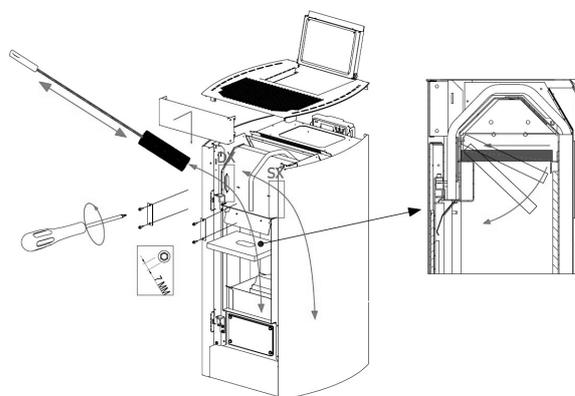

Fig. 84 - Čiščenje
- Izvijte zgornji ščitnik (glejte **Fig. 84**), posesajte ven morebitni pepel in očistite notranje stene zgorajvalne komore.